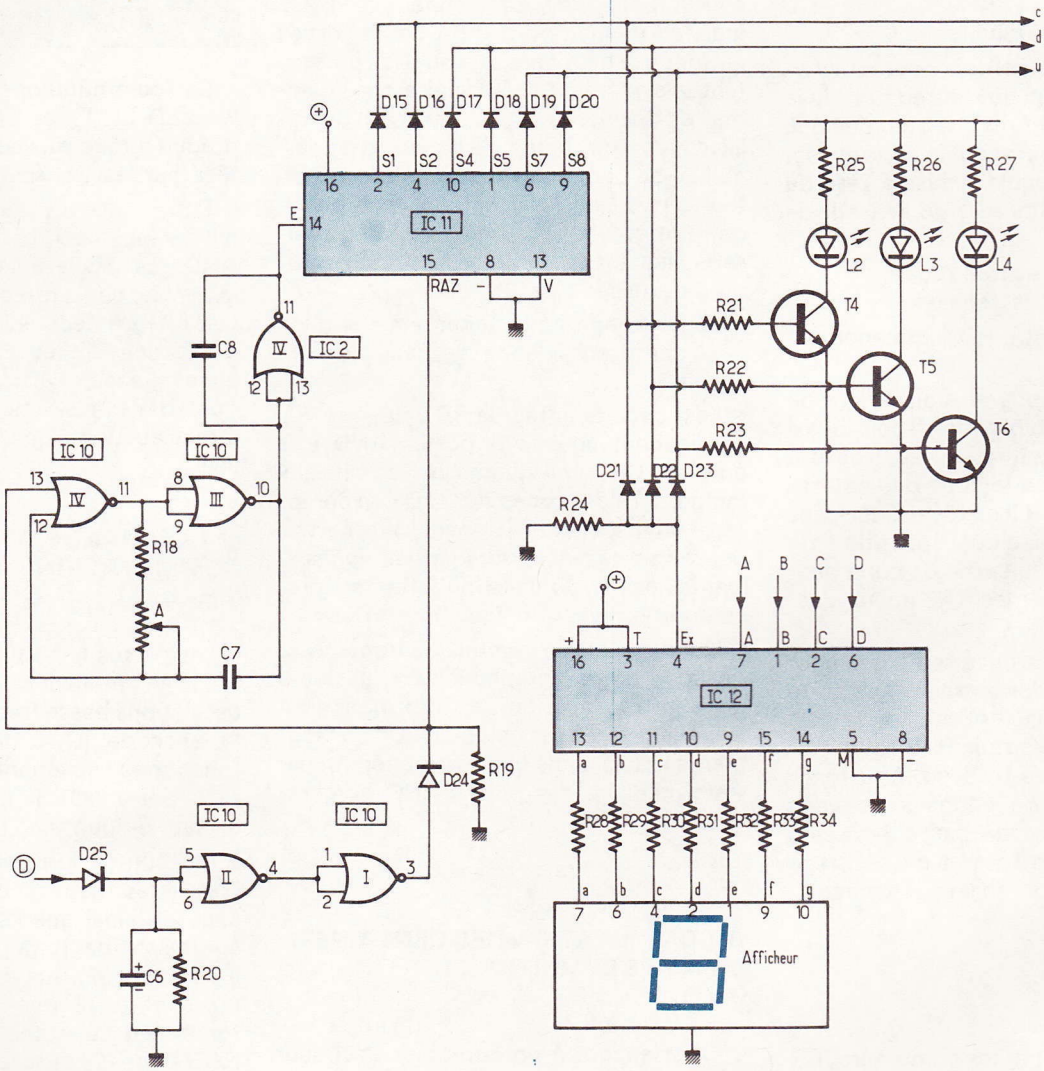

Fig. 5
f) COMMUTATION DES CENTAINES, DIZAINES ET UNITÉS (fig. 5)
g) COMMANDE DE LA COMMUTATION (fig. 5)